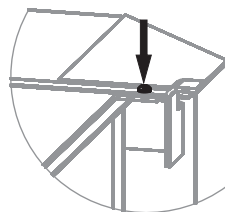

Рисунок 13. Саморезы для демонтажа бака печи «Компакт Б»
4. Отсоединить бак, открутив 2 самореза (рисунок 13)